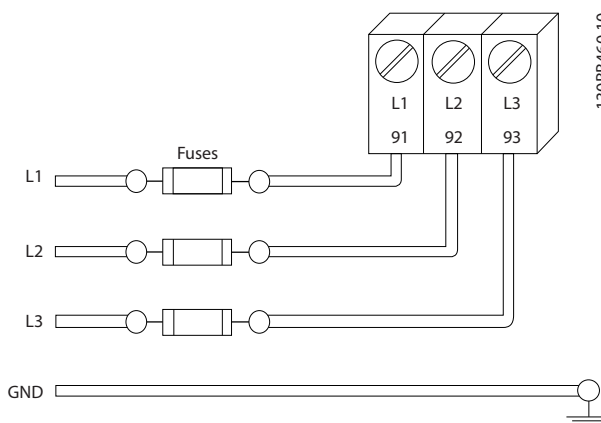

图 2.6 变频器熔断器
- 必须为所有变频器都提供短路和过电流保护。为了提供这种保护，须采用输入熔断装置，请参阅图 2.6。如果出厂时没有附带熔断器，则须由安装商作为安装的一部分而提供。请参阅 10.3 熔断器规格中的熔断器最大额定值。